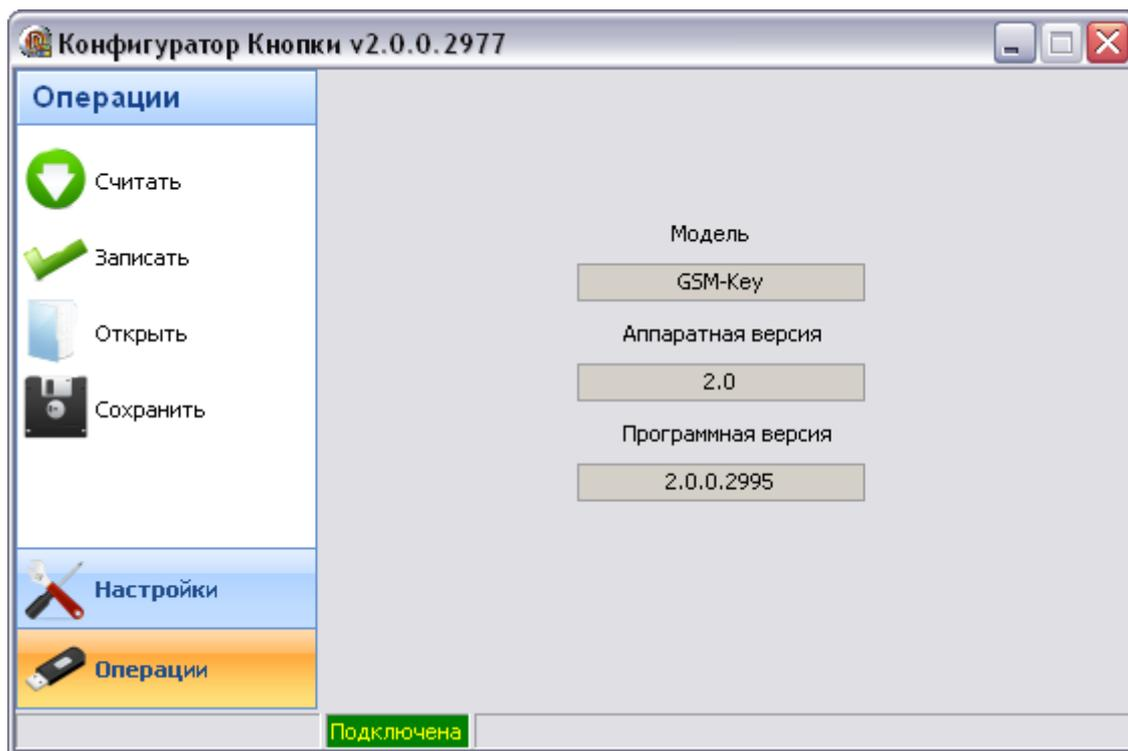

Рисунок 2 - Окно программы конфигуратора.
2.3.2.3. Запустите программу-конфигуратор (см. рис. 2).